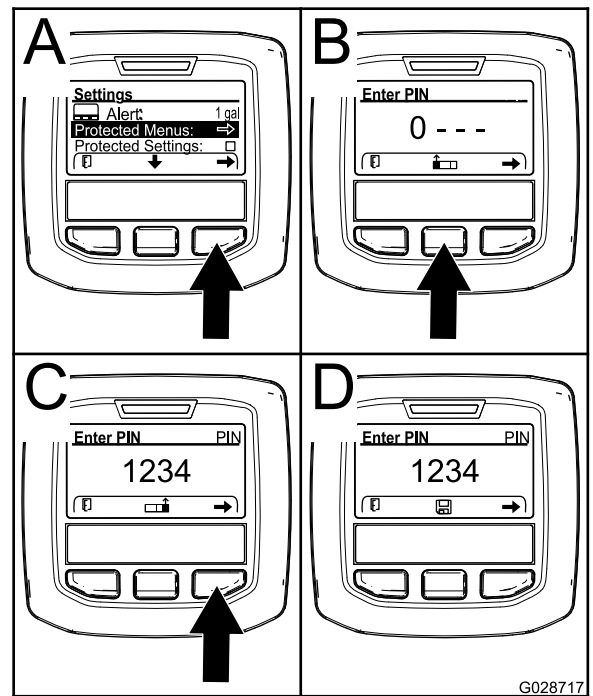

Bild 62
4. Drücken Sie die rechte Auswahltaste, um „Geschützte Menüs“ auszuwählen (A in Bild 62).
- Drücken Sie die mittlere Auswahltaste (B in Bild 62), um den numerischen Wert zu erhöhen (0 bis 9).
- Drücken Sie die rechte Auswahltaste (C in Bild 62), um den Cursor auf die nächste numerische Stelle nach rechts zu verschieben.
Hinweis: Das Symbol „Speichern“ wird über der mittleren Auswahltaste angezeigt (D in Bild 62).